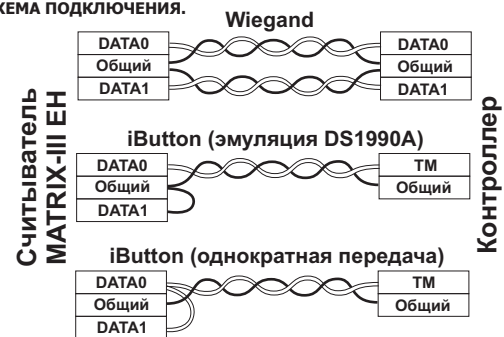

Рис.1 Выбор протокола передачи.
- При подключении по Weigand 26 первая витая пара подключается между GND и DATA0, а вторая витая пара подключается между GND и DATA1. (Рис.1)